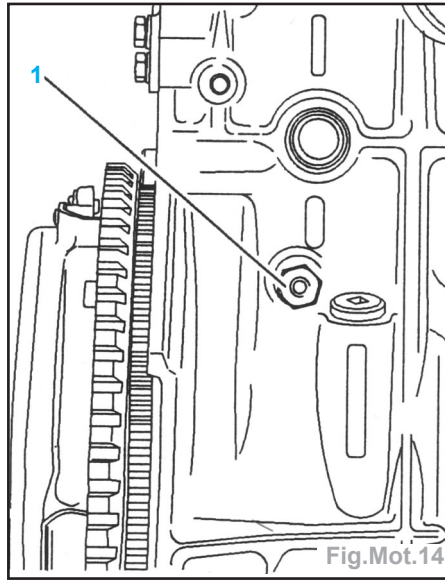

Fig.Mot.14
- Vidanger le bloc moteur en déposant le bouchon (1) (Fig.Mot.14).